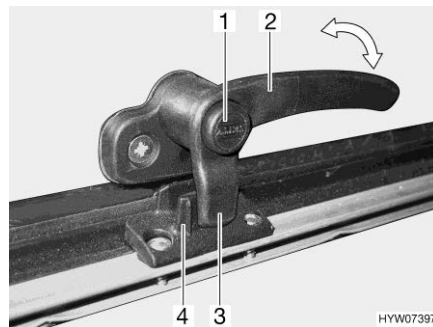
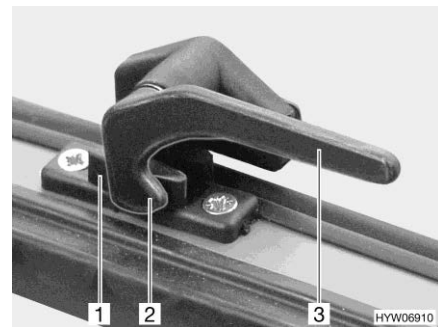

Bild 68 Låsarm med låsknapp i läget "stängd"
Bild 69 Låsarm i läget "stängd"
- Tryck på låsknappen (Bild 68,1) om sådan finns och håll den nedtryckt.
- Vrid alla låsarmer (Bild 68,2 eller Bild 69,3) ett kvarts varv mot luckans mitt.
- Vrid alla låsarmar (Bild 68,2 eller Bild 69,3) ett kvarts varv mot ramen. Låsspaken (Bild 68,3 eller Bild 69,2) sitter på insidan av lucklåset (Bild 68,4 eller Bild 69,1).
- I läget "helt stängt" (Bild 68 och Bild 69)